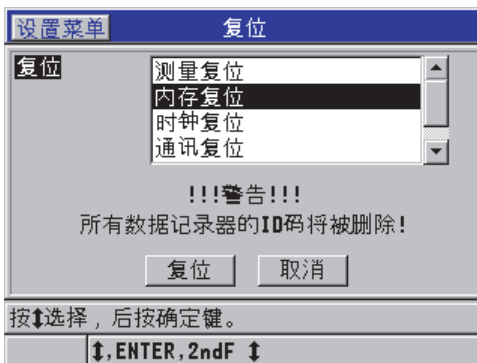

图 6-33 复位测量时出现的警告提示
2. 在**复位**屏幕中（参见第 117 页的图 6-33）：